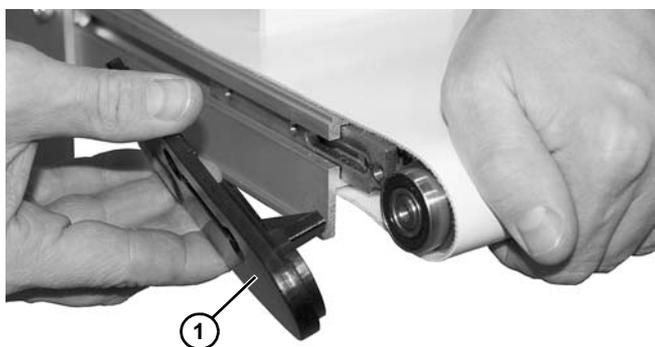

Figure 63
3. Retirer la plaque de tête (**Figure 63, élément 1**) du châssis du convoyeur tout en maintenant la broche en place.